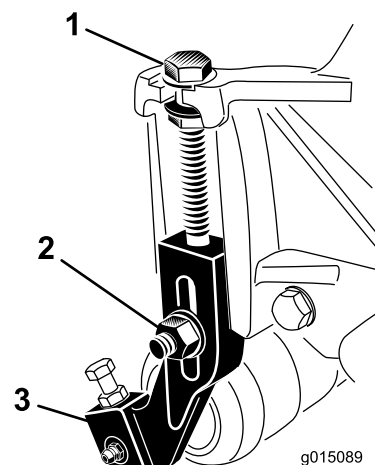

Figura 17
- Desaperte as porcas de bloqueio que fixam os suportes da altura de corte às placas laterais da unidade de corte (Figura 17).